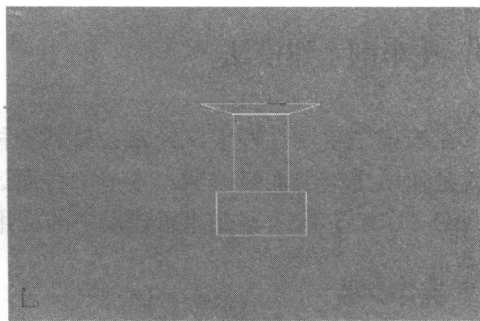

图 1-2-15 进行倒角操作
(6) 接着再次拉高选择的面, 和上面的方法相同, 使用 **倒角** 按钮进行倒角编辑, 将物体编辑为如图 1-2-15 所示结果。